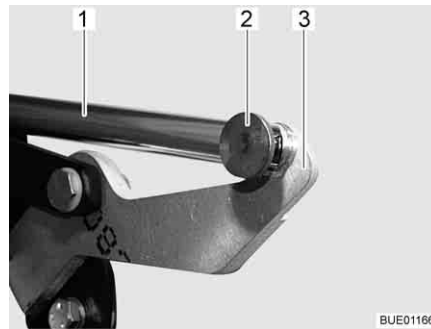

Bild 126 Drivning
- Ta bort förbindelsen (t. ex. sprinten och stiftet) (Bild 126,2) mellan skjutstången (Bild 126,1) och armen (Bild 126,3).